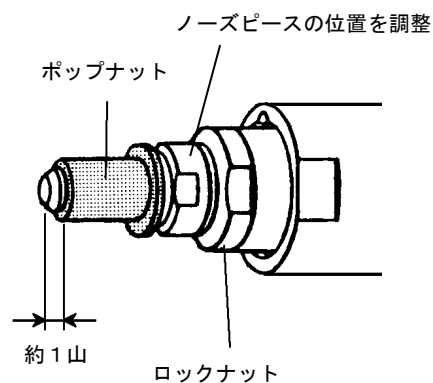

図6-7
- ③ 使用するポップナットをマンドレルにねじ込んだ時に、ポップナットの先からマンドレルにねじが約1山出るように、ノーズピースの位置を調整した後、ロックナットを締め付け、ノーズピースを固定してください。(図6-7)